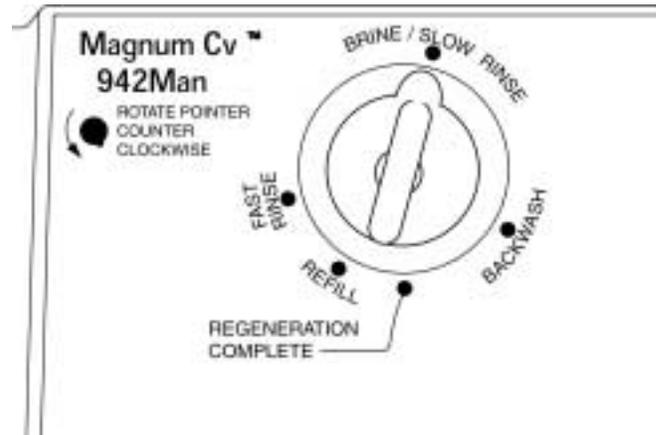

Figura 5.2 Sacar Salmuera y Enjuague Lento
3. Cuando termina el ciclo de retrolavado gire el indicador contrareloj hasta el ciclo de sacar salmuera/enjuague lento **Brine/Slow Rinse** (Figura 5.2). Vea la tabla de tiempo de Sacar salmuera/Enjuague lento recomendado. Nota: Las tablas son para 4 presiones y 3 niveles de dosis de sal. El indicador se debe quedar en este ciclo hasta que termina el tiempo necesario